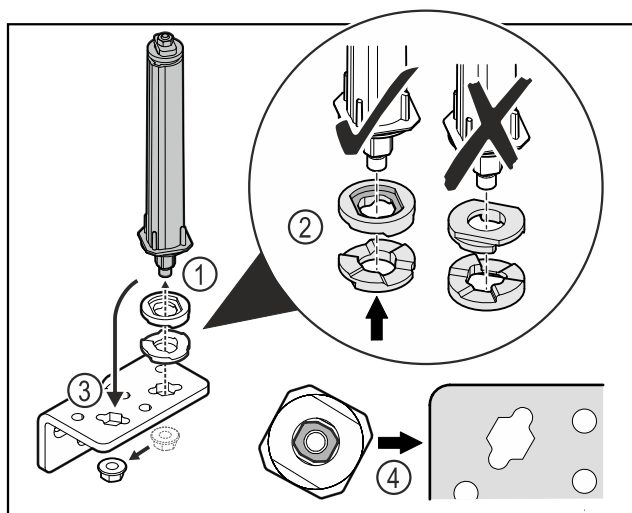

Fig. 47
- ▶ Atskrūvējiet uzgriezni un noņemiet durvju slēgšanas sistēmu Fig. 47 (1).
- ▶ Ievērojiet augstuma regulēšanas paplākšņu pareizo izvietojumu Fig. 47 (2).
- ▶ Pārlieciet durvju slēgšanas sistēmu lokāmajā kronšteinā un nofiksējiet ar uzgriezni Fig. 47 (3).
- ▶ Ievērojiet durvju slēgšanas sistēmas pareizo izvietojumu ievietošanas laikā Fig. 47 (4).